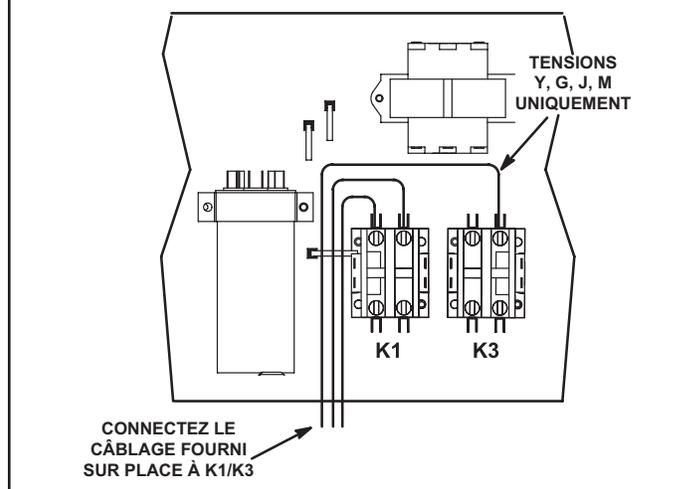
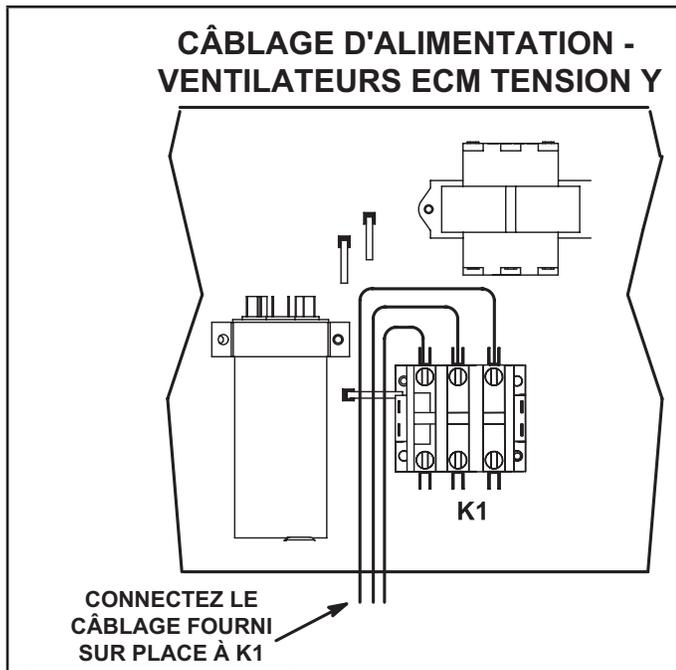

FIGURE 11
FIGURE 12
- 2 - Acheminez l'alimentation par la zone d'entrée d'alimentation latérale ou inférieure. Pour l'entrée d'alimentation inférieure, un ensemble d'alimentation inférieure doit être utilisé. Raccordez le câblage d'alimentation aux contacteurs K1/K3 dans le boîtier du contrôleur. Reportez-vous à la FIGURE 11 ou à la FIGURE 12. Sur les unités ZCD équipées d'un chauffage électrique, acheminez le câblage d'alimentation vers TB2; consultez la disposition des pièces pour connaître l'emplacement. Reportez-vous au schéma de câblage.